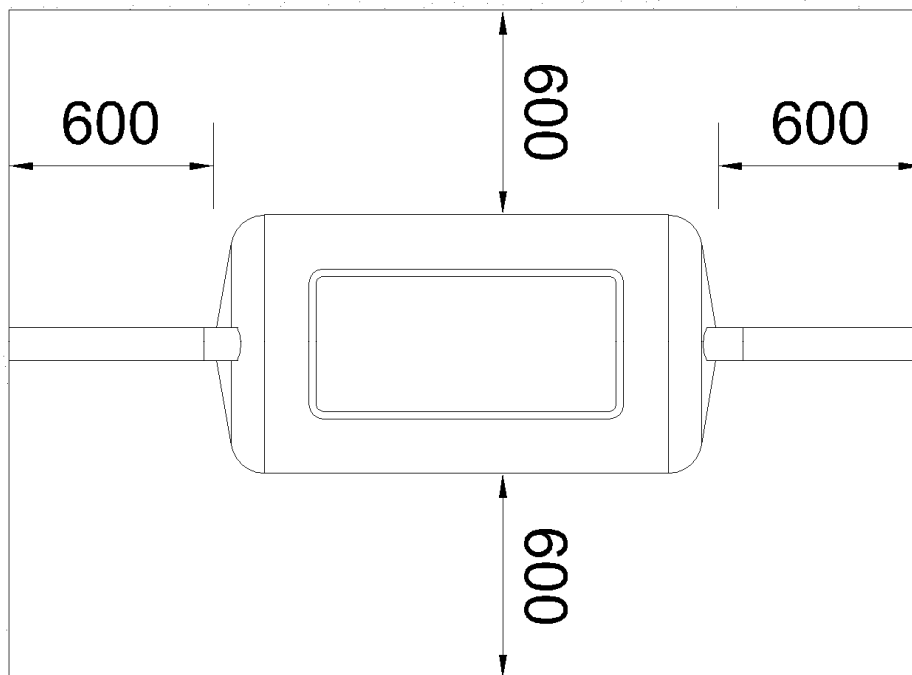

Figura 4 Distanze minime nel caso di Scavo Instabile
- La distanza minima tra manufatti ed il bordo dello scavo è pari a 600 mm (figura 4).